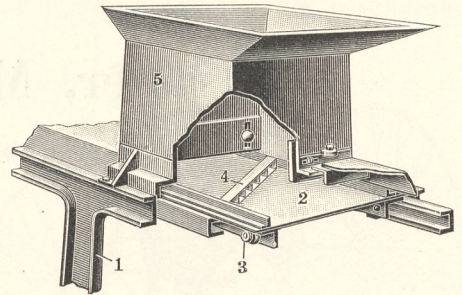

Fig. 876.
**c) Schlittenschneider** zerreißen die Rüben nicht, sondern schneiden regelmäßige Stücke mit glatten Seiten ab. Dadurch wird jeder Saftverlust vermieden und die Verdunstung auf ein Minimum beschränkt, die Schnitzel zersetzen sich weniger schnell und halten sich länger. Nach Fig. 876 ist auf einem hölzernen oder eisernen Gestell 1 eine ebene Eisenplatte 2 auf Gleitrollen 3 gelagert, so daß dieser 70 cm lange Schlitten sich etwa 33,5 cm hin und her bewegen läßt. In einem entsprechenden schrägen Ausschnitt dieses Tisches ist ein mit zweischneidigen senkrechten Messern von 5 cm Höhe versehenes Horizontalmesser 4 angebracht. Durch Kurbelbetrieb wird der Schlitten hin und her bewegt, und das Messer schneidet von dem aus dem Kasten 5 nachfallenden Material gleichmäßige vierkantige Stücke von 4 cm Breite, deren Höhe sich durch Auswechseln des Messers 4 nach Wunsch von 0,1—3 cm ändern läßt. Die Schnitzel fallen durch einen Schlitz im Schlitten ab.